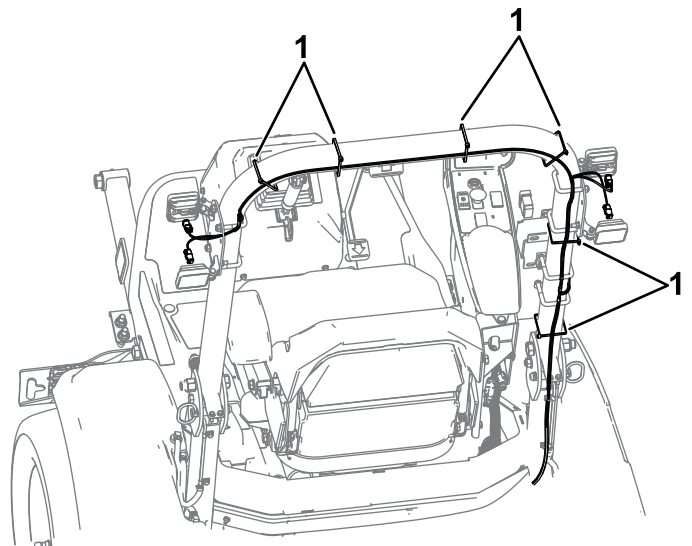

Figure 4
1. Acheminez le faisceau de câblage et fixez-le légèrement sur l'arceau de sécurité à l'aide de longs serre-câbles, comme montré à la Figure 4.